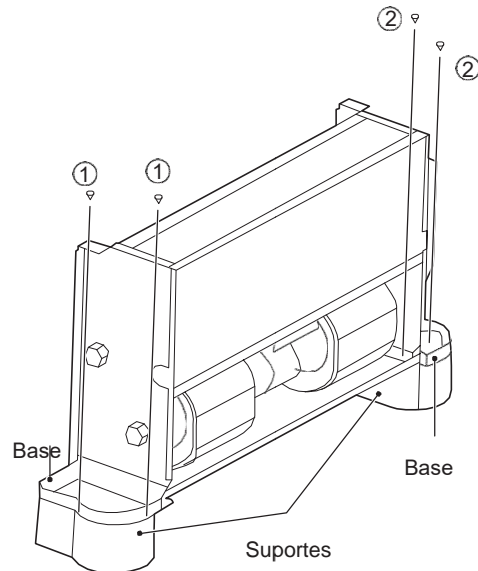

Figura 5-3
Os suportes mostrados na Figura 5-3 são opcionais. É possível comprá-los separadamente e instalá-los da seguinte forma:
2. Coloque os orifícios de montagem na base da unidade no pino de montagem do suporte correspondente e instale os parafusos ①\*2 e ②\*2 para fixar o suporte de acordo com a Figura 5-3.